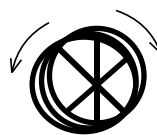

Рис. 1
- никогда не доверяйте однократному измерению в определенной точке. Целесообразно проделать второе измерение в той же точке, предварительно незначительно повернув преобразователь по или против часовой стрелки (рис.1);